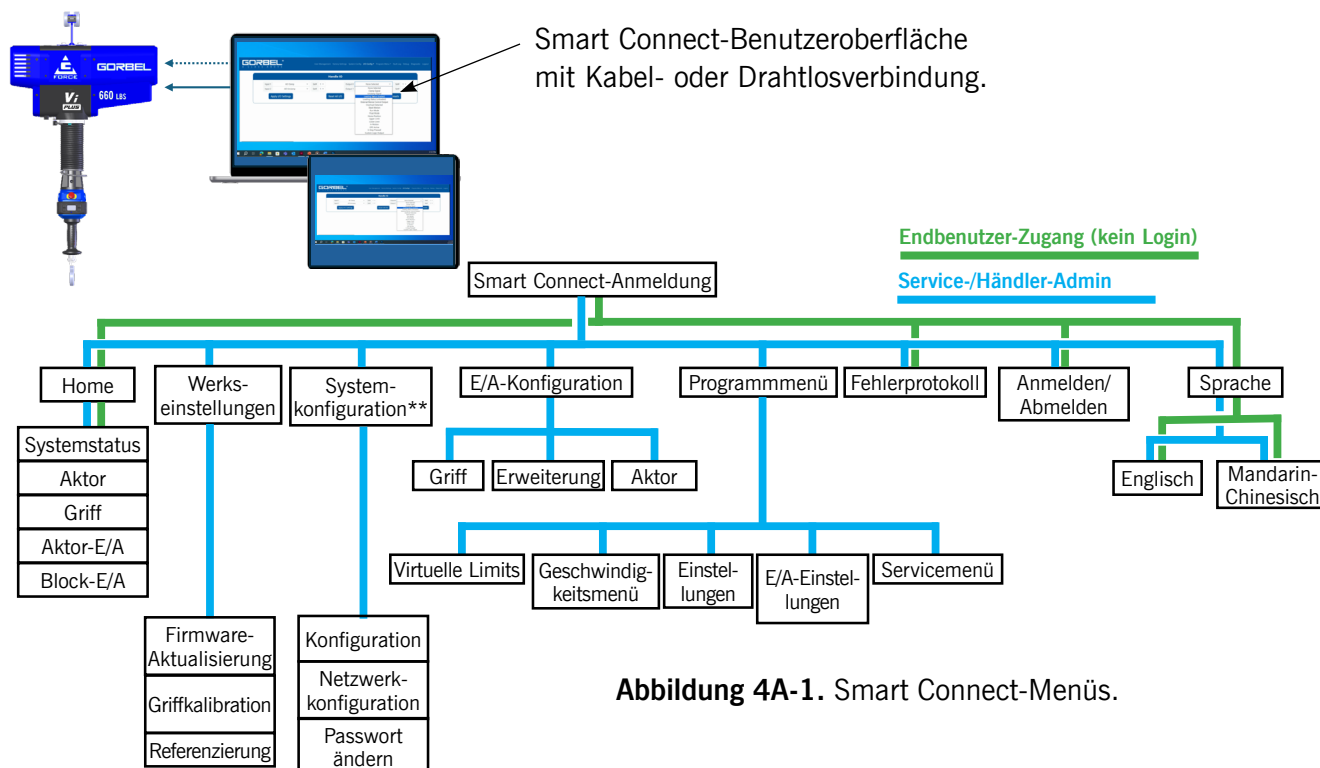

Abbildung 4A-1. Smart Connect-Menüs.
- Über die **Smart Connect-Benutzeroberfläche** auf einem PC oder Tablet mit einem Chrome-Browser (**Abbildung 4A-1**).
- Über die **Griffmenüs** (über die Schiebe- oder Bediengeräte-Griffe) (**Abbildung 4A-2**).